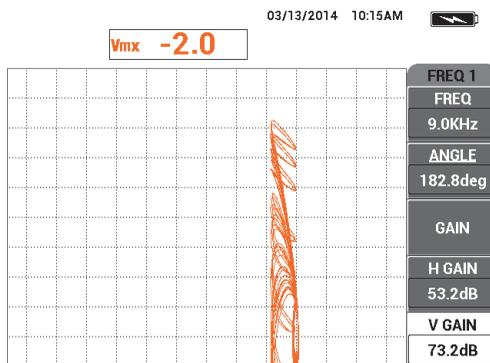

Рис. 5-129 Настройка значения В УСИЛ
25. Продолжая перемещать преобразователь, увеличьте **В УСИЛ** (клавиша E) так, чтобы смешанный сигнал разместился в первом вертикальном делении над нулевой точкой (см. Рис. 5-129 на стр. 231).